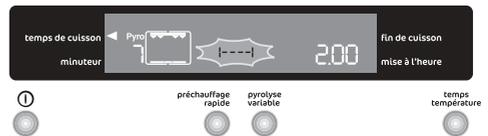

Fig. 20
3. En même temps, le symbole indiquant les supports des grilles [----] (s'ils sont présents dans l'appareil) et l'indication "**Pyro**" clignotent sur l'écran et un signal sonore retentit (Fig. 20).
3. En même temps, le symbole indiquant les supports des grilles , s'ils sont présents dans l'appareil, et l'indication «Pyro» clignotent sur l'écran et un signal sonore retentit (Fig. 20). Avant d'activer la fonction pyrolytique, enlevez les supports des grilles, si présent, et tous les accessoires de four.